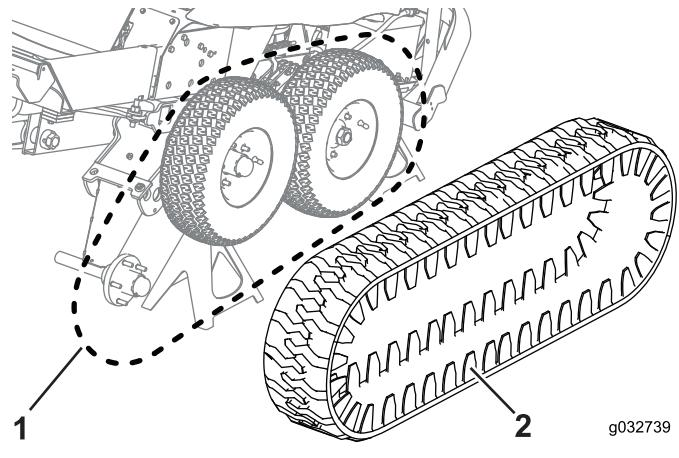

Рисунок 90
7. Расположите гусеницы вокруг среднего и заднего колес (Рисунок 90).